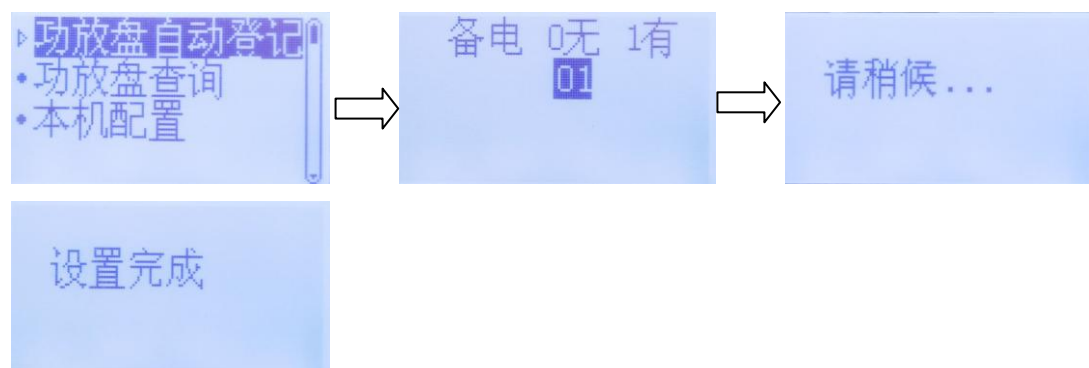

图5-20
**功放盘自动登记界面**如图5-20所示，选择“功放盘自动登记”，按“↓”键，选择“01”，再按“确认”键，完成功放盘地址的登记。